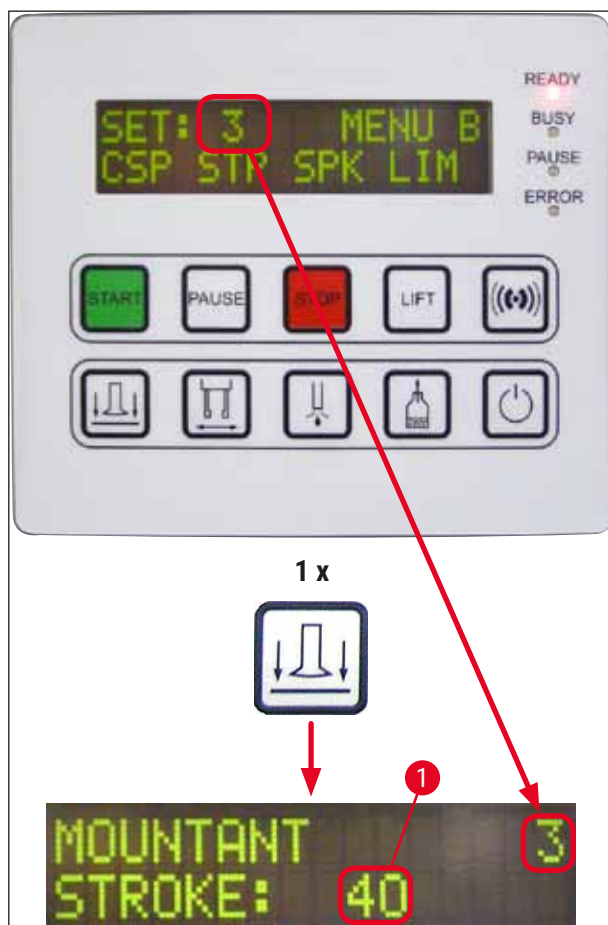

Bild 40
1. Om du vill ändra rörelselängden (**STK**) för täckglasmonteringsmedel trycker du på **RELEASE COVERSIP** (SLÄPP TÄCKGLAS) (→ Bild 40).